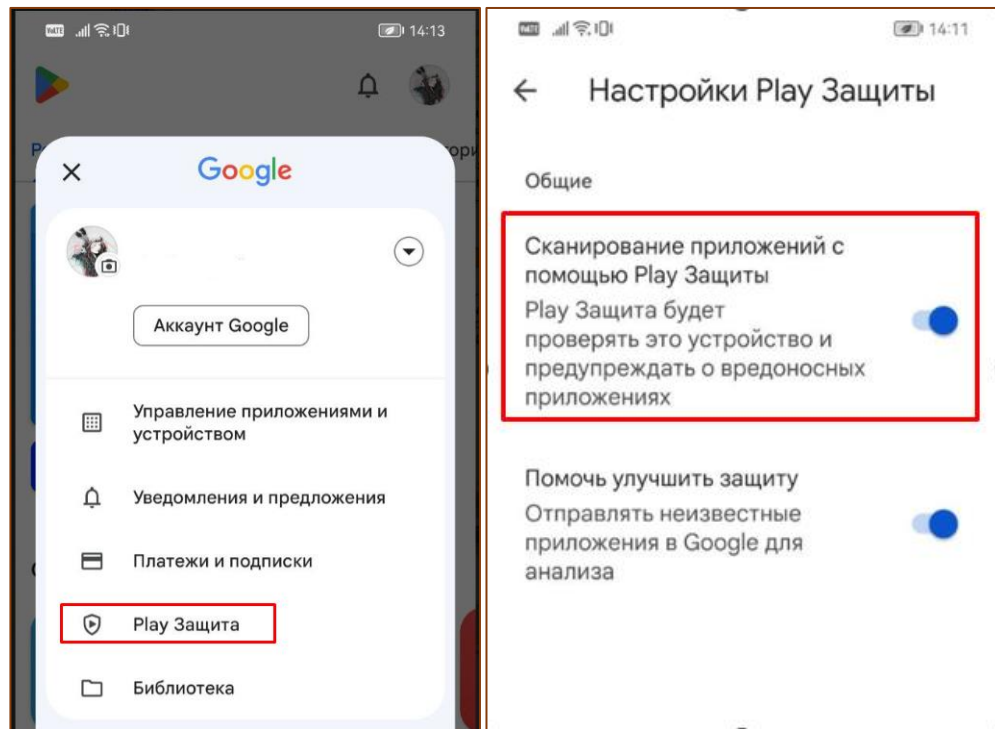

Рис. 5.3 – Отключение защиты
- В открывшемся окне **отключить** опцию «Сканирование приложений с помощью Play Защиты» (Рис. 5.3).
- В зависимости от подключения к серверу включить признак **«Защищенное соединение»** (Рис. 5.3):